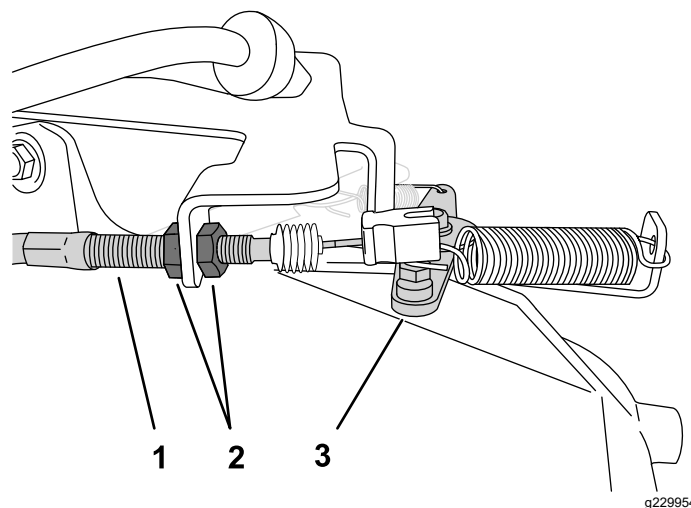

Figura 41
2. Per aumentare il minimo inferiore, in corrispondenza dell'alloggiamento dei cavi dell'acceleratore, allentate il controdado anteriore e serrate il controdado posteriore (Figura 41).